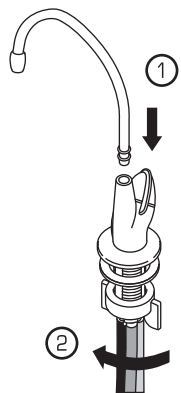

Fig. 19
2. **Presione** la canaleta del grifo en la estructura principal del mismo (1). **Destornille** la tuerca de mariposa para quitarla dejando el empaque de hule espuma contra la estructura del grifo (2) (Fig. 19).